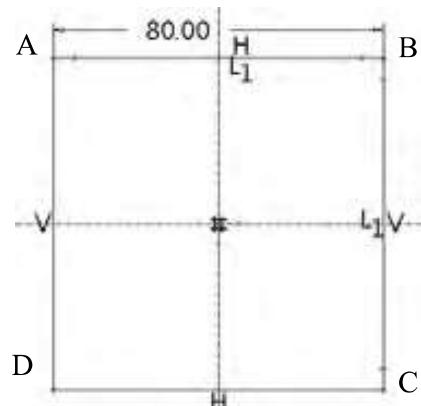

图1-11 修改尺寸标注
Step 15 单击“对称”按钮对称，先选中A点，再选中B点，然后选竖直中心线，A、B关于竖直中心线对称。采用同样的方法，选中A点，再选中D点，然后选择水平中心线，A、D关于水平中心线对称，如图1-11所示。
Step 17 单击“法向尺寸”按钮法向尺寸，选中尺寸标注，并改为80mm，如图1-11所示。